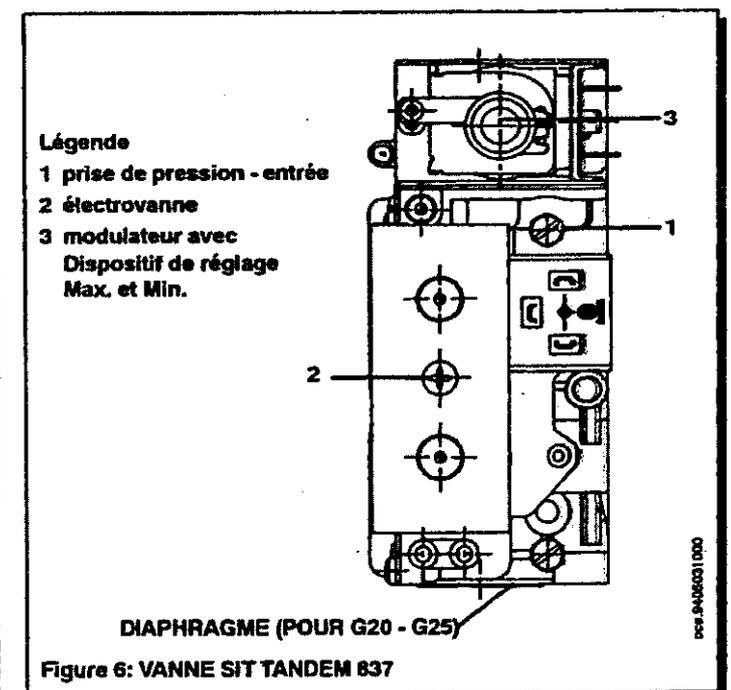

Figure 6: VANNE SIT TANDEM 837
- Brancher deux manomètres si possible à eau aux prises de pression (Réf. 1 Figure 6) de la vanne du gaz et de la rampe brûleurs, après avoir dévissé les vis correspondantes.
- Vérifier que la pression dynamique d'alimentation de la chaudière, mesurée à la prise de pression (Réf. 1 Figure 6) de la vanne de gaz soit correcte (28 mbar pour le gaz butane, 37 mbar pour le gaz propane, 20 mbar pour le gaz naturel G20 ou 25 mbar pour le gaz naturel G25).